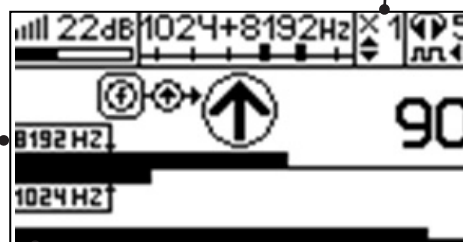

Рис. 7.4
4. «Назначение» производится нажатием кнопки **f** при расположении датчика точно над «выделенной» коммуникацией, считающейся «своей». После этого указатель направления сигнала приобретает вид - (↘). При переходе на «чужую» коммуникацию с другим «направлением сигнала» (или при изменении положения датчика на «обратное») прозвучит уведомление и стрелка покажет «направление сигнала - назад (↙)» (рис. 7.4)
**Методика:** Производя трассировку с применением ЭМД на низкой активной частоте (512Гц / 1024Гц) (*см. раздел активный трассопоиск*), наблюдать за уровнем сигнала. Локальное повышение и резкое уменьшение уровня указывают на вероятность наличия дефекта изоляции. (*рис. 7.4*) При этом величина сигнала может меняться по различным причинам: положение датчика, глубина залегания кабеля, наличие мешающих конструкций, поэтому таким методом можно обнаружить лишь «низкоомные» дефекты сопротивлением менее 1кОм.